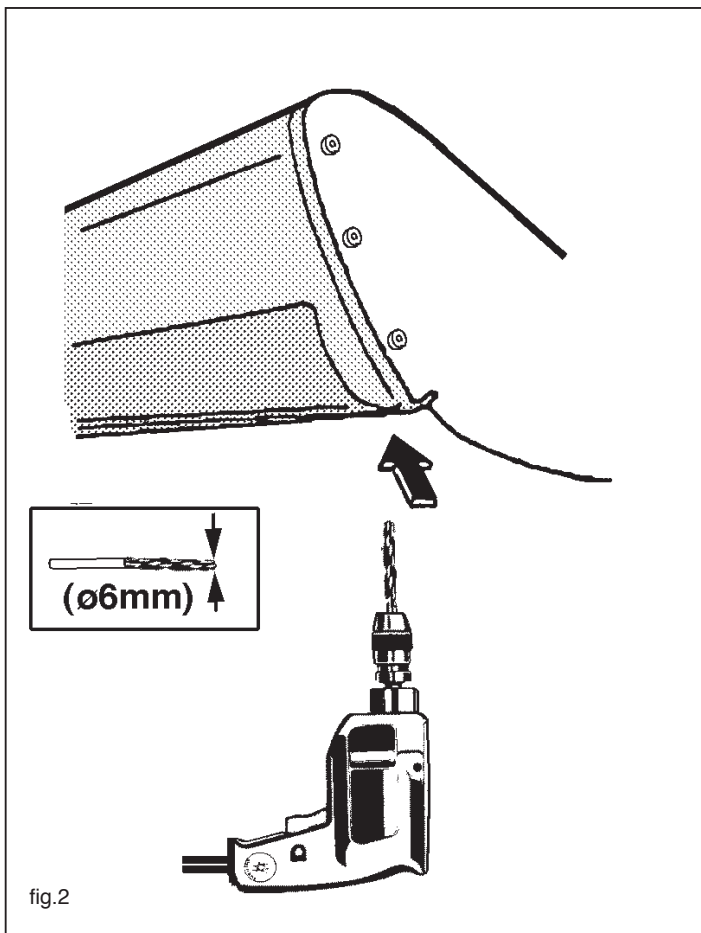

fig.2
1. Maak de bodenvloer in de bagageruimte vrij. Verwijder de zijpanelen en de accu-beschermbak. Neem de bevestiging van de accu los. Maak indien aanwezig de connector los, welke aan de rechterkant in de bagageruimte in de bumper zit. Zie fig. 1. Demonteer de bumper d.m.v. het verwijderen van vier bouten in de bagageruimte. Zie fig. 1. Boor vervolgens t.p.v. de onderkant van de wielkastranden twee popnagels d.m.v. een  $\varnothing$  6 mm. boor uit. Zie fig. 2.
1. Zrobić dostęp do podłogi bagażnika . Zdjąć boczne ścianki oraz pokrywę ochronną akumulatora. Rozłączyć łącznik, jeśli takowy występuje, znajdujący się w bagażniku z prawej strony w zderzaku. W celu demontażu zderzaka odkręcić cztery śruby w bagażniku , patrz rysunek 1. Na spodniej stronie krawędzi skrzynki ochronnej koła wywiercić dwa nity rurkowe o średnicy 6mm, patrz rysunek 2.
1. Clear the trunk and floorboard. Remove the side panels and the protective battery case. Disconnect the battery fasteners. Detach the connector which, if present, is located in the right-hand side of the trunk in the bumper. See fig. 1. Detach the bumper by removing the four bolts on the underside of the wheel casing rims. See fig. 2.
- Den Fußboden im Kofferraum frei machen. Die Seitenwände und die Batterieschutzkappe entfernen. Die Befestigung vom Akku lösen. Falls vorhanden, den Konnektor loslösen, der sich im Kofferraum rechts in der Stoßstange befindet. Siehe Abb. 1. Die vier Schrauben im Kofferraum entfernen um die Stoßstange abmontieren zu können. Siehe Abb. 1. Anschließend an der Unterseite der Radschutzkastenränder zwei Hohlkappen mit einem Durchmesser von 6 mm bohren. Siehe Abb. 2.